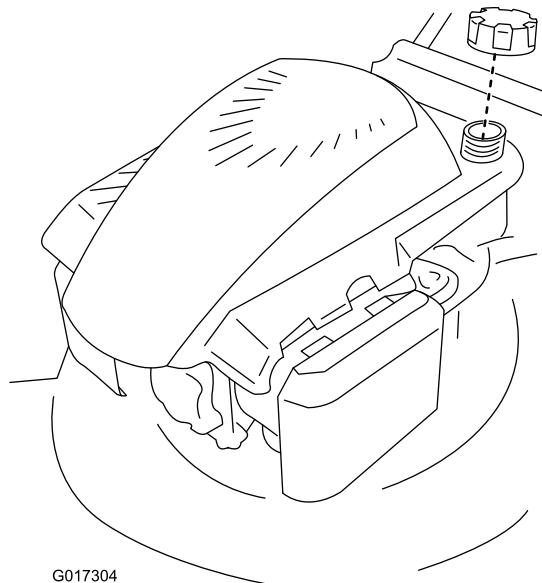

Figura 8
1. Limpie la zona alrededor del tapón del depósito de combustible y retire el tapón del depósito (Figura 8).